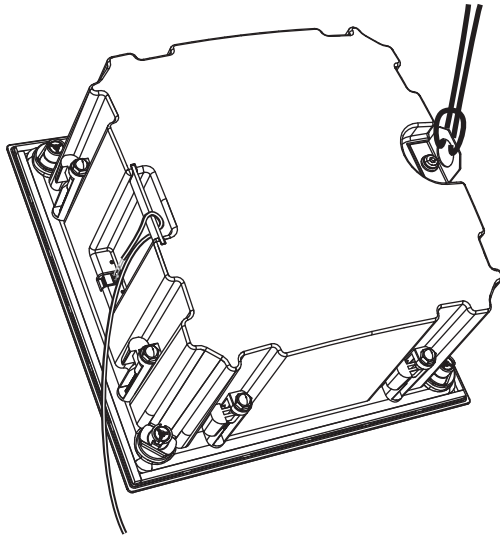

Fig. 16. Connecting the secondary safety to the back can
1. 如上图所示, 在正确连接后盖的情况下, 将辅助安全电缆连接到后盖背面的金属安装环。辅助安全电缆的另一端应固定到天花板上合适的牢固安装点 (图 16)。